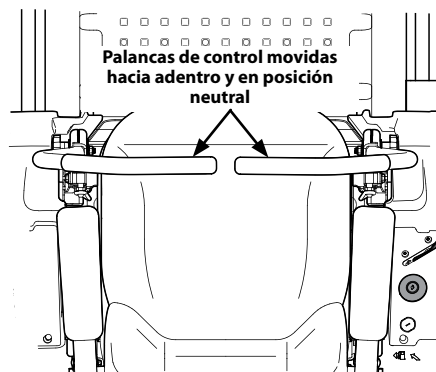

Figura 3-2
- Coloque las palancas de control de transmisión derecha e izquierda hacia adentro, en posición neutral. Consulte la Figura 3-2.